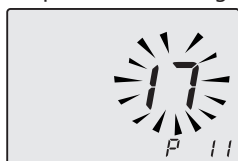

Figura 5.55
- Scorrere i vari parametri utilizzando i tasti 18 o 19 fino a far apparire sul display LCD le lettere **P11** e valore del parametro, indicanti l'entrata nel "parametro 11" (Figura 5.55).